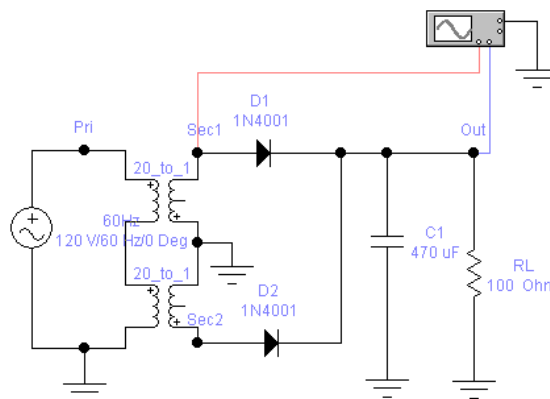

Рис. 5.
**а)** Соберите схему, представленную на рис. 5. На вход А осциллографа подается входное напряжение, а на вход В - выходное. Измерьте максимум выходного напряжения  $U_{\max}$  и разность между максимумом и минимумом выходного напряжения  $\Delta U$ . Зарисуйте осциллограммы.